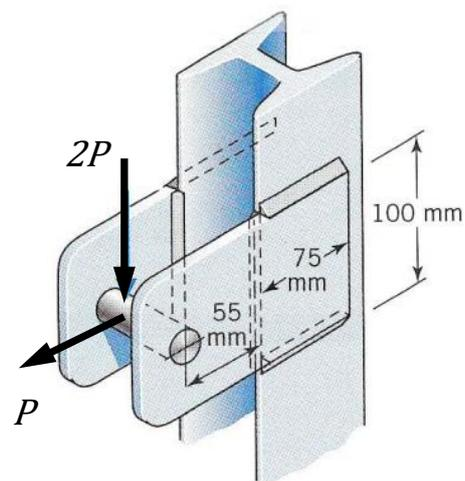

Figura 1.8
**1.2.7** A Figura 1.8 representa duas barras soldadas num perfil IPN vertical. O material é um aço de construção DIN St-42. O cordão contínuo tem uma espessura de 4 mm. Determine segundo o Eurocódigo 3 o valor máximo da carga estática P que pode ser aplicada.